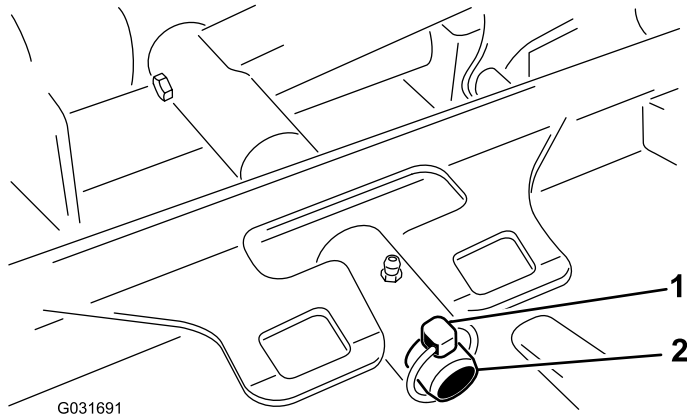

図 60
3. デッキのキャリアフレームを昇降アームのピボットピンに固定しているリンチピンを外す 図 60。
3. デッキのキャリアフレームを昇降アームのピボットピンに入れ、リンチピンで固定する 図 60。